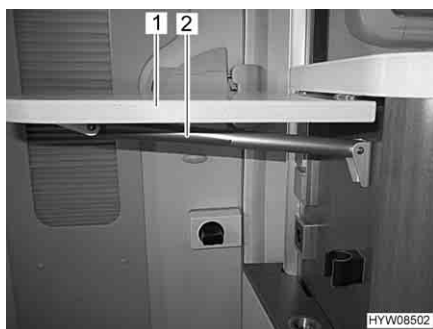

Fig. 52 Tavolo ribaltabile su bancone
- Afferrare in basso il tavolo ribaltabile su bancone (Fig. 52, 1) e tirandolo leggermente estrarlo dall'incastro.
- Ruotare verso l'alto il tavolo ribaltabile finché non ingrana nel dispositivo di fissaggio del supporto telescopico (Fig. 52,2). Rilasciare il tavolo ribaltabile.